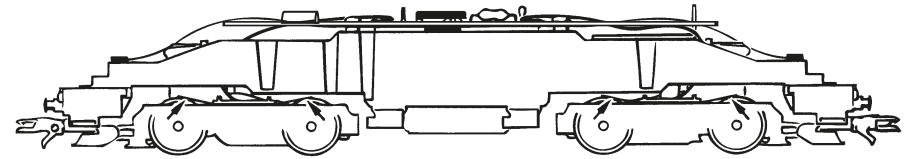

Fig. 8
**4. Kohlebürstenwechsel:** Lokgehäuse abnehmen (Fig. 3). Danach wird der Motor ausgebaut und die Kohlebürsten ausgewechselt (Fig. 8).
**4. Carbon Brush Changing:** First remove loco body (fig. 3), and then the motor (fig. 8).
**4. Remplacement des balais du moteur:** Démontez la caisse (voir fig. 3). Démontez ensuite le moteur et échangez le balais (fig. 8).